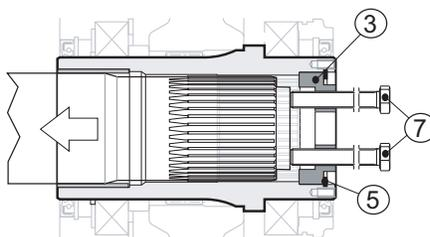

Fig. 20
Introducir en los dos orificios roscados presentes en el fondo (pos. 3) 2 tornillos (pos. 7). Apretarlos hasta que queden contra el eje de la máquina (pos. 1). Después seguir apretándolos de forma alterna, dando como máximo una vuelta cada vez (ver Fig. 20 (p. 27)).